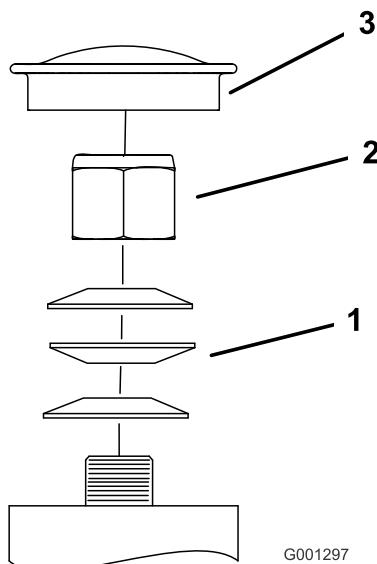

Figura 52
3. Retire el tapón guardapolvo de la rueda giratoria y apriete la contratuerca (Figura 52).
4. Apriete la contratuerca hasta que las arandelas de muelle estén planas, luego afloje $\frac{1}{4}$ de vuelta para establecer la pre-carga correcta de los cojinetes (Figura 52).
Importante: Asegúrese de que las arandelas de muelle están correctamente instaladas, según se muestra en Figura 52.
5. Coloque el tapón anti-polvo (Figura 52).